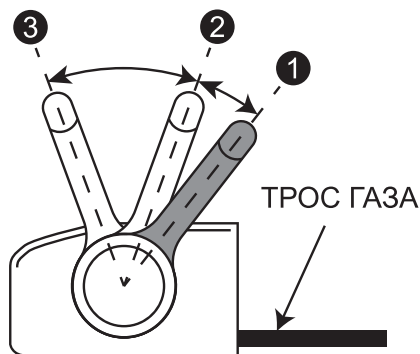

Рис. 9 Запуск двигателя
2. Закройте воздушную заслонку карбюратора. Для этого установите рычаг газа в положение «1» (Рис. 9).
По мере прогрева двигателя открывайте воздушную заслонку карбюратора, для этого рычаг газа переводите из положения «1» в положение «2» (Рис. 9). Прогрев двигателя в зависимости от температуры окружающей среды занимает от 1 до 3 минут.